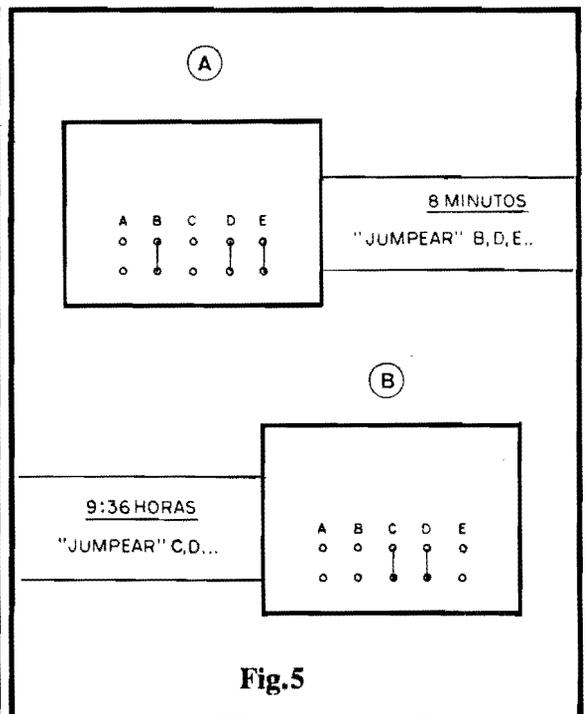

Fig.5
- FIG. 5 - EXEMPLOS DE PROGRAMAÇÃO - Confirmem com a Tabela mostrada, os dois exemplos de programação por "jumpeamento", sendo que em 5-A, com straps fechando os pontos B-D-E, obtemos um período de 8 minutos, e, em 5-B, com o "fechamento" dos pontos C-D, temos uma temporização de 9 horas e 36 minutos...